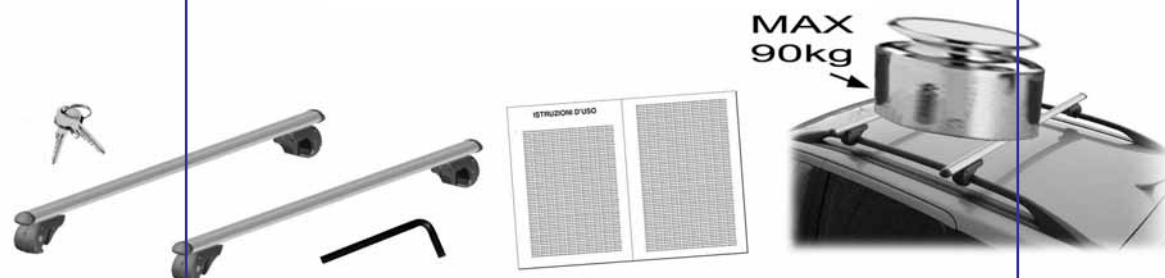

Fig. 1
- Per assicurarsi un montaggio regolare e un perfetto funzionamento delle barre porta tutto, seguire scrupolosamente le istruzioni fornite. (vedi fig. 1, 2, 3, 4, 5, 6)
- Strictly comply with the instructions supplied to ensure that the luggage rack is regularly installed and that it functions perfectly (see fig. 1, 2, 3, 4, 5, 6)
- Um die regelmäßige Montage und den einwandfreien Betrieb des Allesträgers zu gewährleisten, sind die gelieferten Anweisungen gewissenhaft zu beachten (siehe Abb. 1, 2, 3, 4, 5, 6).
- Para garantizar un montaje regular y un perfecto funcionamiento de las barras portaequipaje, respetar atentamente las instrucciones suministradas (véase fig. 1, 2, 3, 4, 5, 6)